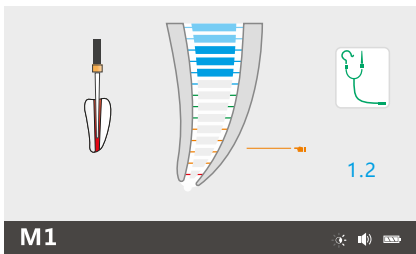

Рис. 19 Область апекса - блакитна
- В області апекса кореня показано точне положення файла. Його рух позначено колірною шкалою (від блакитного і зеленого до жовтого — рис. 19, 20, 21).